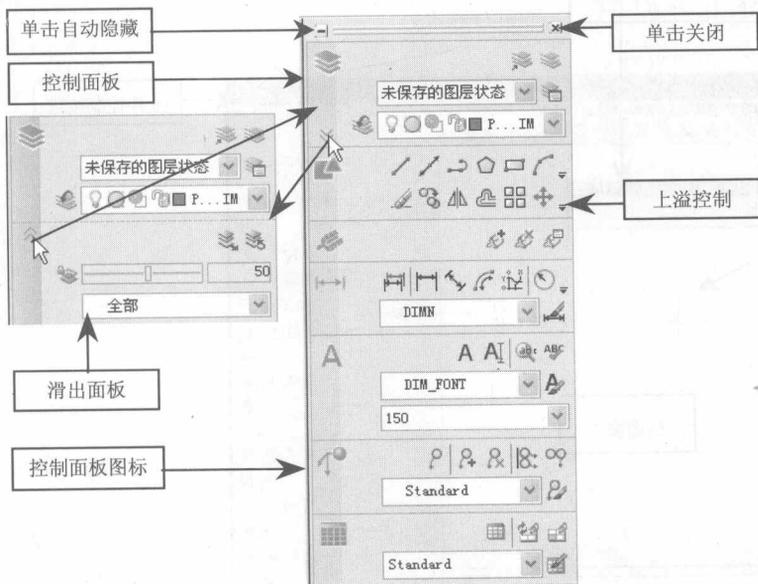

图 1-9 面板
- 面板：面板是一种特殊的选项板，用于显示与基于任务的工作空间关联的按钮和控件。面板使用户无须显示多个工具栏，从而使得应用程序窗口更加整洁。在默认情况下，当使用二维草图与注释工作空间或三维建模工作空间时，面板将自动打开，如图 1-9 所示。